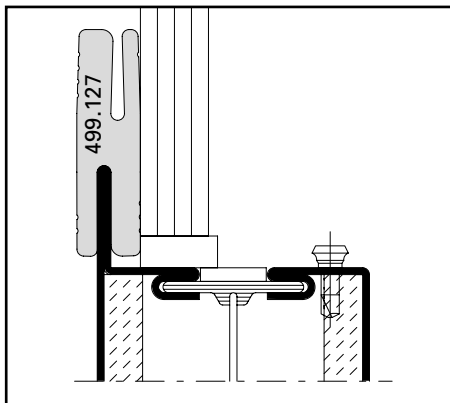

Abb. 22 / Fig. 22 / Fig. 22
- Abstandhalter 499.127 positionieren (8 bis 12 Stück/Scheibe) Abb. 22.
- Positionner les pièces de distance 499.127 (8 à 12 pièces/vitre) fig. 22.
- Position the spacers 499.127 (8 to 12 pieces/pane) Fig. 22.